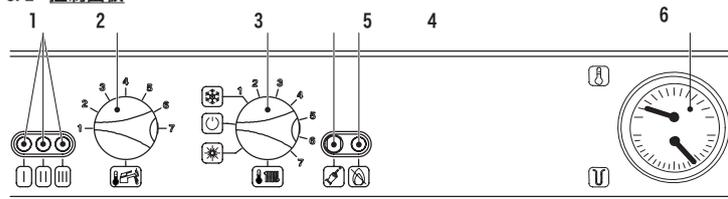
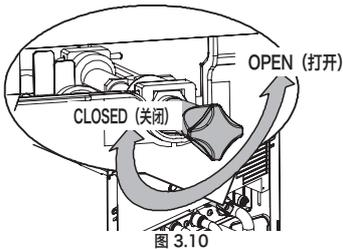

图 3.1
图 3.10
●	锁定信号灯 5 (图 3.1) 常亮。 按下复位按钮 4。
- 激活安装的双极开关给锅炉通电, 信号灯 1 (图 3.1) 将闪烁, 约每 4 秒一次。
打开位于锅炉下面的加注阀门 (图 3.10)，同时检查 6 中的压力表 (图 3.1) 显示上的供暖回路压力。压力必须在 1 bar 和 1.5 bar 之间。操作完成后，重新关闭加注阀门，并排出散热器中的所有空气。
为了合理、经济地使用锅炉，应安装室内温控器。如果安装了室内温控器，绝不能关闭室内的散热器。如果散热器 (或对流供暖器) 不热，应检查系统内是否有空气以及阀门是否打开。如果室内温度过高，请勿调节散热器阀门，而是使用室内温控器或图 3.1 所示的供暖调节旋钮 3 降低供暖温度。
如果锅炉不工作且锁定信号灯 (4，见图 3.1) 亮起，则锅炉处于安全锁定模式中。要恢复工作，应按锅炉控制面板上的复位键 5 (图 3.1)。